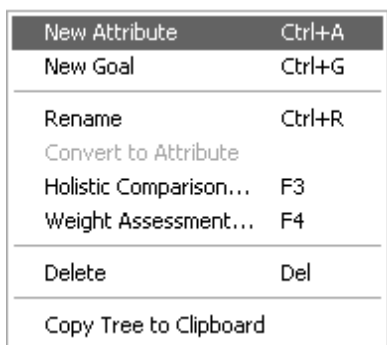

Рис.1 Контекстне меню вікна «Value Tree»
2. У вікні «Value Tree» за допомогою контекстного меню вибираємо новий атрибут, як показано на рис. 1.